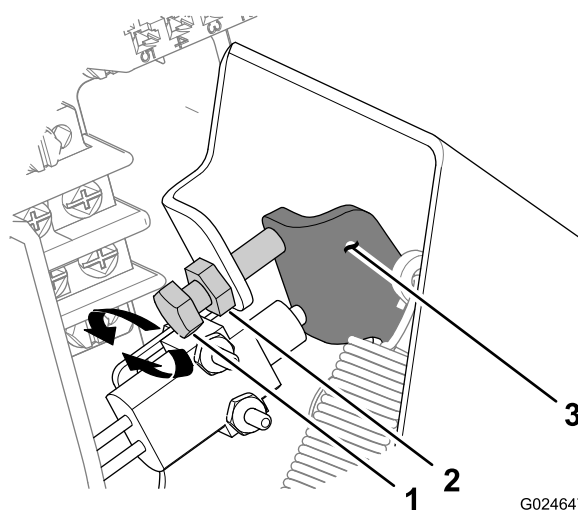

Figure 44
- A. Desserrez l'écrou de blocage qui fixe la butée de la pédale d'accélérateur (Figure 44).
- Dans le sens horaire pour augmenter la garde à la pédale (Figure 44).
- Dans le sens antihoraire pour réduire la garde à la pédale (Figure 44).
C. Resserrez l'écrou de blocage (Figure 44).
D. Répétez les opérations 1 à 4 pour mesurer la garde à la pédale (Figure 44).